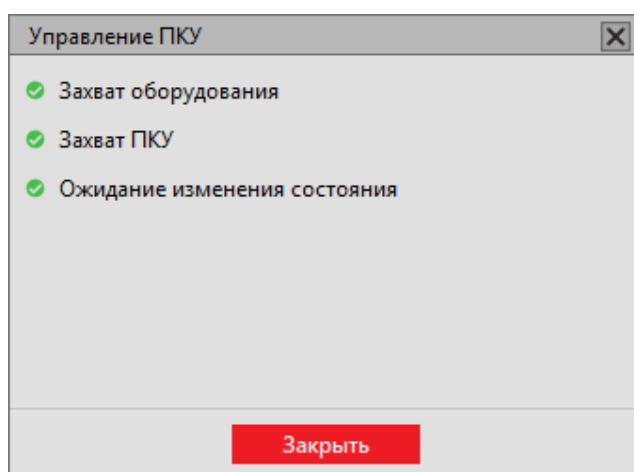

Рисунок 195 - Управление ПКУ
3. Дождитесь переключения и нажмите Закрыть (Рисунок 195).